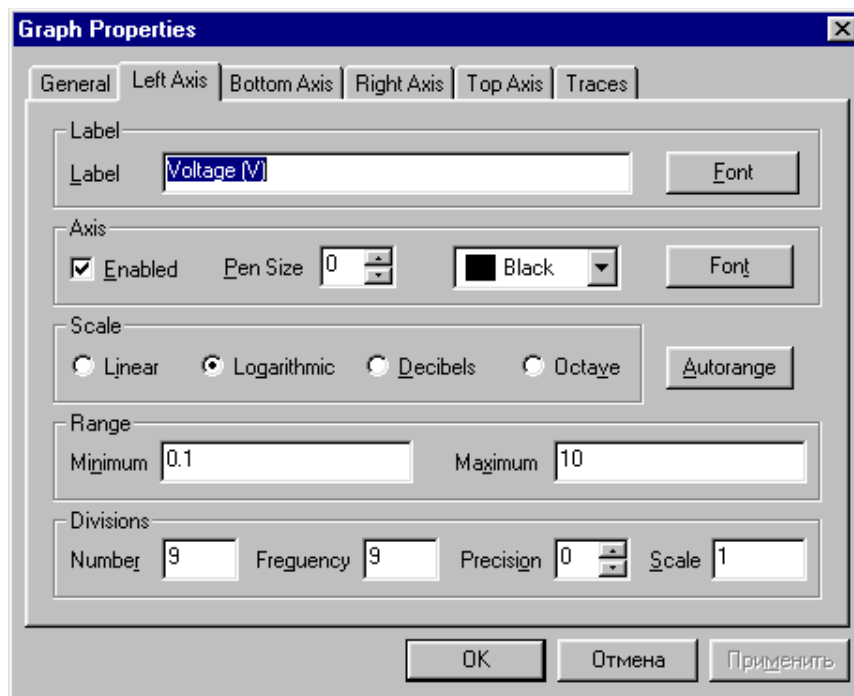

Рисунок 37 - Діалогове вікно оформлення результатів моделювання
При виборі заставки Left Axis діалогове вікно оформлення результатів моделювання має вигляд, показаний на Рис. 37.
- Y Range – вибір оформлення для осі Y, аналогічного вибраному на закладці Left Axis (Рис. 37) або Right Axis;